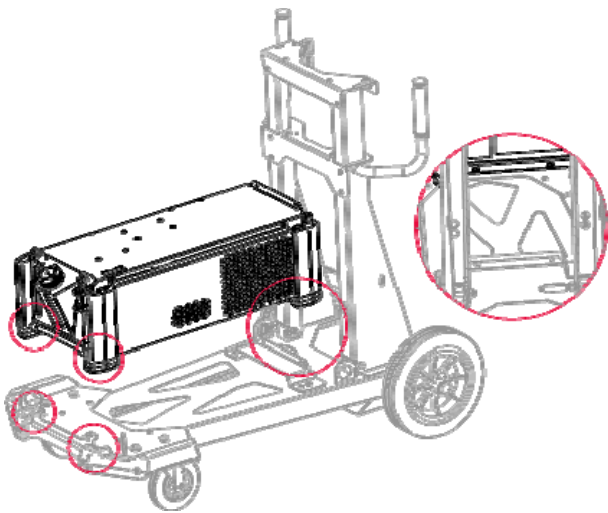

Figura 1
- Așezați răcitorul pe un cărucior cu patru roți (Figura 1).